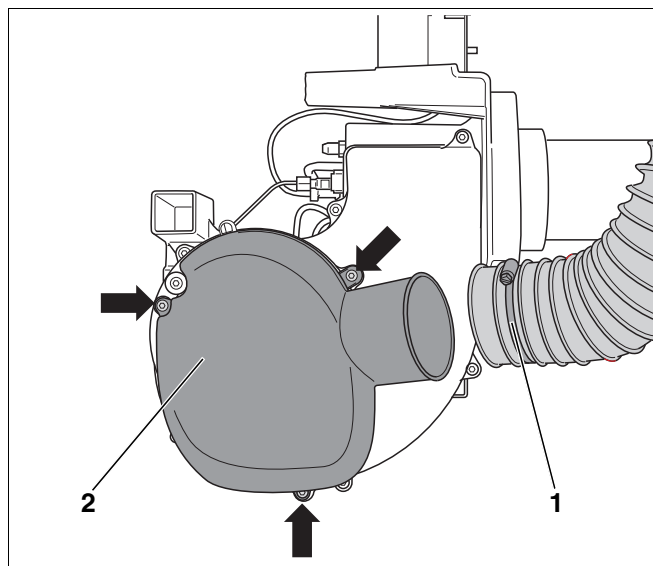
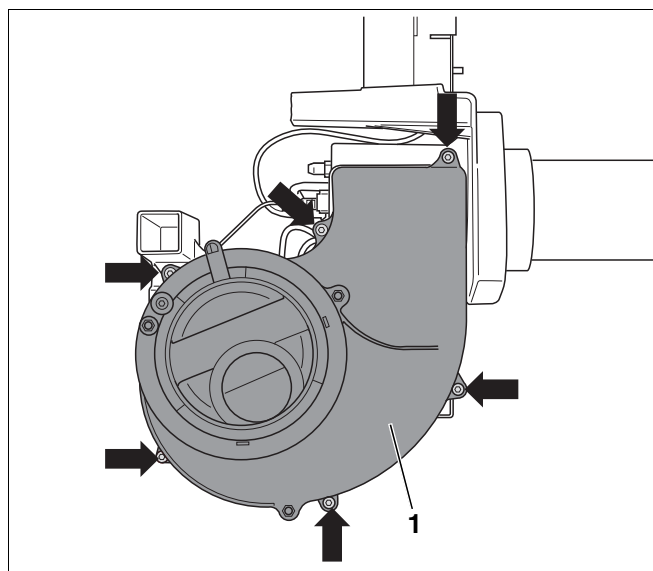

Рис. 21 Демонтировать глушитель на всасывании
Рис. 22 Демонтаж кожуха вентилятора
- Ослабить хомут (Рис. 21, поз. 1) на шланге подачи воздуха для горения при работе с забором наружного воздуха.
- Открутить крепежные винты (Рис. 21, указаны стрелками) и снять глушитель на всасывании (Рис. 21, поз. 2).
- Открутить шесть крепежных винтов (Рис. 22, указаны стрелками) и снять кожух вентилятора (Рис. 22, поз. 1).
- Закрепить кожух вентилятора (Рис. 22, поз. 1) и глушитель на всасывании (Рис. 21, поз. 2).
- Ослабить хомут (Рис. 21, **поз. 1**, стр. 26) и снять шланг всасывания.